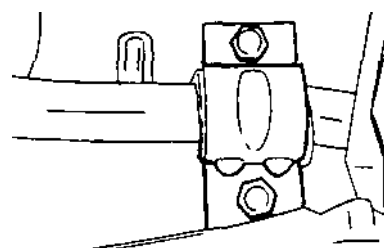

Рис. 5.2. Выкрутив болты, снять кронштейны крепления стержня стабилизатора к кузову автомобиля.
- выкрутив болты, снять кронштейны крепления стержня стабилизатора к кузову автомобиля (рис. 5.2) и подушки этого стержня;